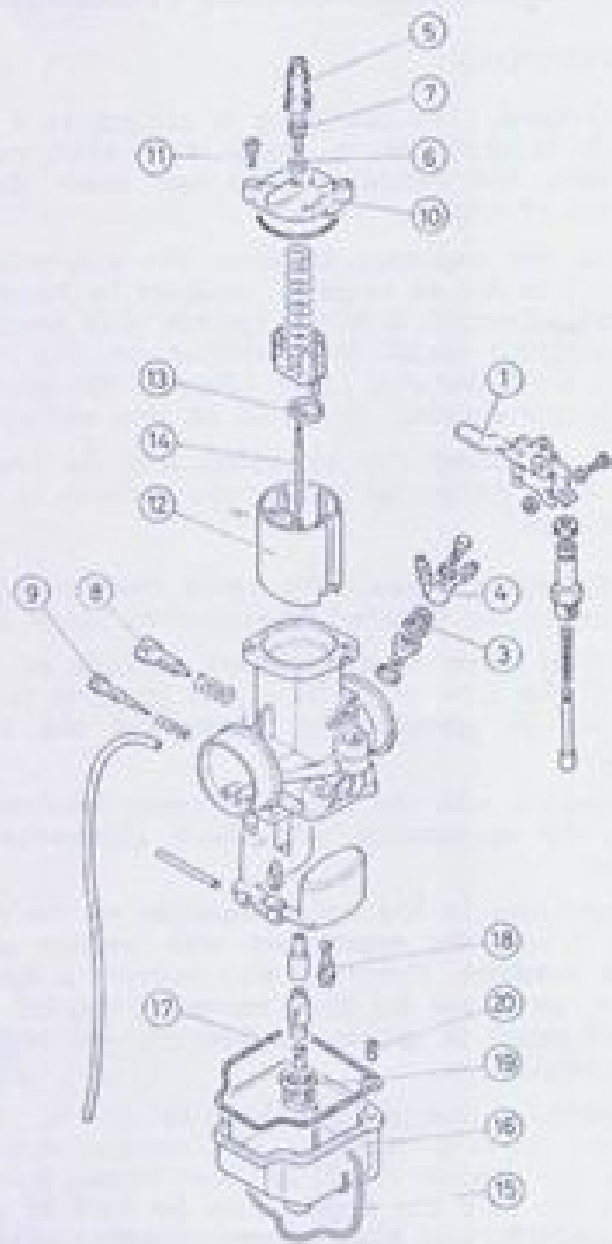

Fig. 11
2. **Limpieza del filtro de entrada de gasolina.** Por la parte derecha del carburador, desmontar el record de entrada (3, fig. 11) usando una llave de 13 mm. Extraer el filtro y limpiar con gasolina y aire. Volver a montar y fijar al carburador.
5. **Cambio del surtidor principal.** El surtidor principal está situado dentro de la cuba del flotador. Para llegar a él, se debe desmontar el carburador de la motocicleta y luego la cuba del flotador fijada por un tensor (15, fig. 11). El surtidor aparece situado en posición central y fácilmente desmontable con llave de 8 mm. Véase el surtidor correspondiente en la página 60.